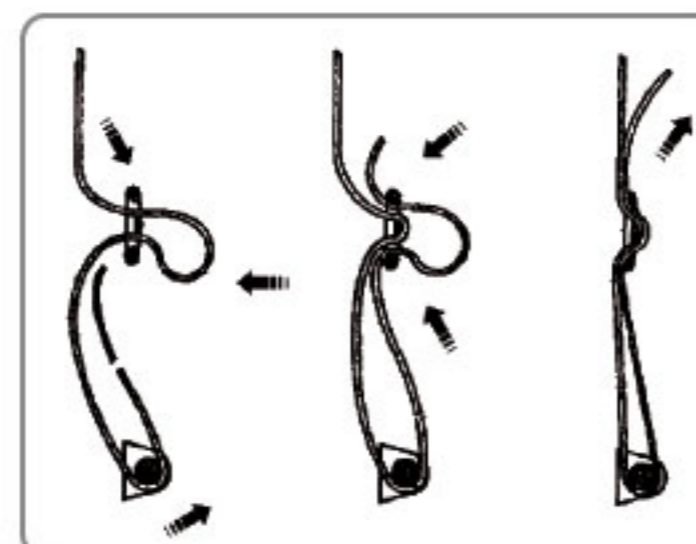

Fig. 3
2. Coloque el cinturón de transporte en el equipo (Fig 3).